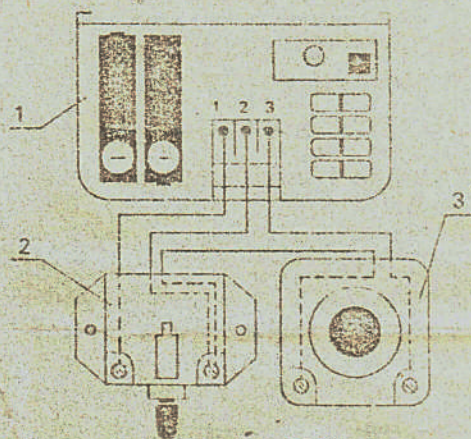

РИС. 1
2. Подключите кнопку и контактное устройство охранной сигнализации согласно РИС. 1 проводами диаметром не более 1,5 мм к клеммам 1, 2, 3 звонка.